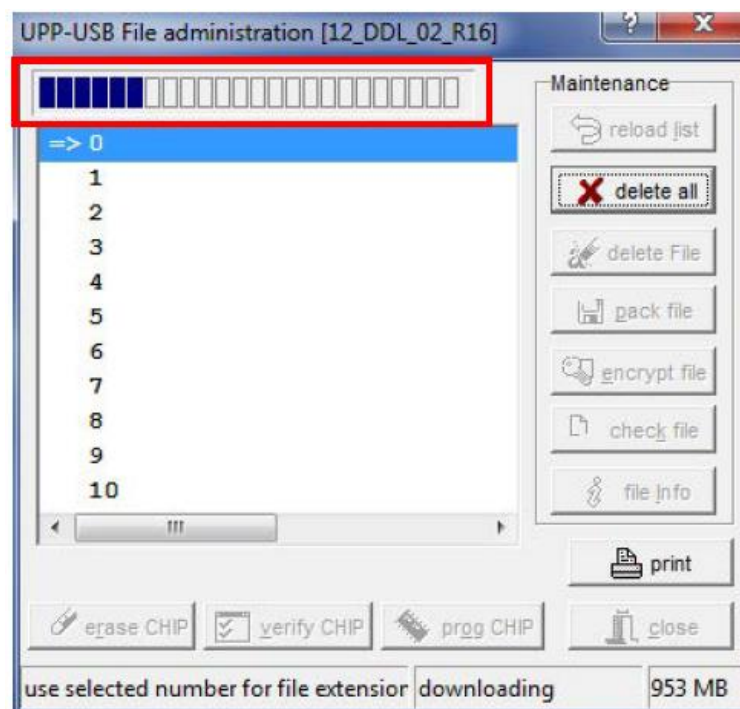

Рисунок 16
1.2.15 Программатор E-LAB приступает к процедуре загрузки. Ход выполнения отображается на индикаторе выполнения в верхней части окна «UPP-USB File administration» (рисунок 16).